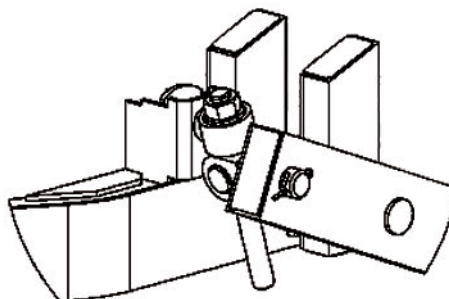

Рис.6
3.5. Механизм регулировки глубины хода рабочих органов (рис.6) представляет собой винтовую пару, которая связывает в сцепной раме боковой швеллер с кронштейном колеса
6.1. Глубину хода рабочих органов (лапок стрельчатых) устанавливают вращением винта (рис.6). При вращении винта кронштейн колеса меняет положение, а колесо, установленное на нем, перемещается по высоте относительно рамы.